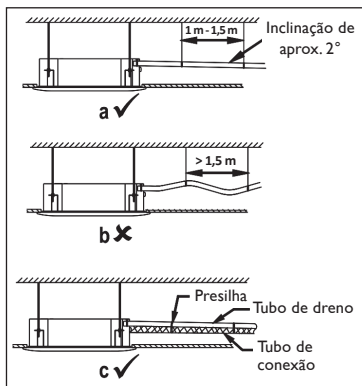

FIG. 32
- Para evitar que a água de condensado escorra para trás, retornando à unidade, o tubo de drenagem deverá ter uma inclinação (um pequeno declive) para baixo em direção ao lado de saída, considere aproximadamente 2° para esta inclinação. Evite qualquer saliência (tal como um degrau) ou depósito de água na tubulação. (Fig. 32 - Detalhe b)
- Não estique (arraste) demasiadamente o tubo de drenagem ao conectá-lo, para impedir que o corpo venha a puxá-lo. Entretanto, um ponto de suporte deve ser definido a cada 1,0 metros - 1,5 metros, para evitar que o tubo de drenagem perca eficiência (Fig. 32 - Detalhe a). Opcionalmente você pode amarrar o tubo de drenagem com o tubo de ligação para fixá-lo. (Fig. 32 - Detalhe c).